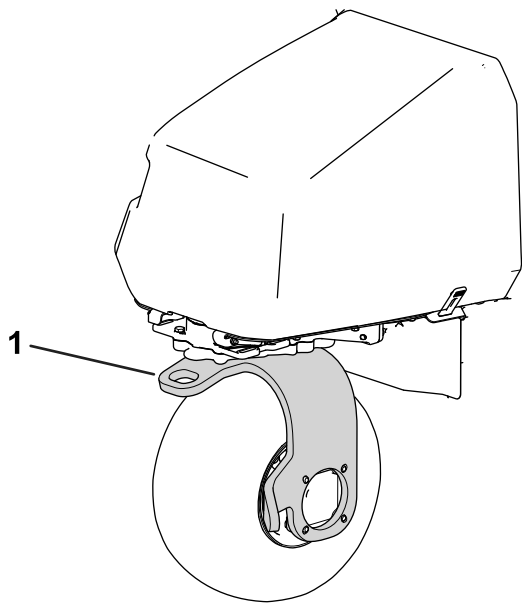

Bild 39
11. Verwenden Sie die hintere Laufradgabel zum Abschleppen der Maschine (Bild 39).